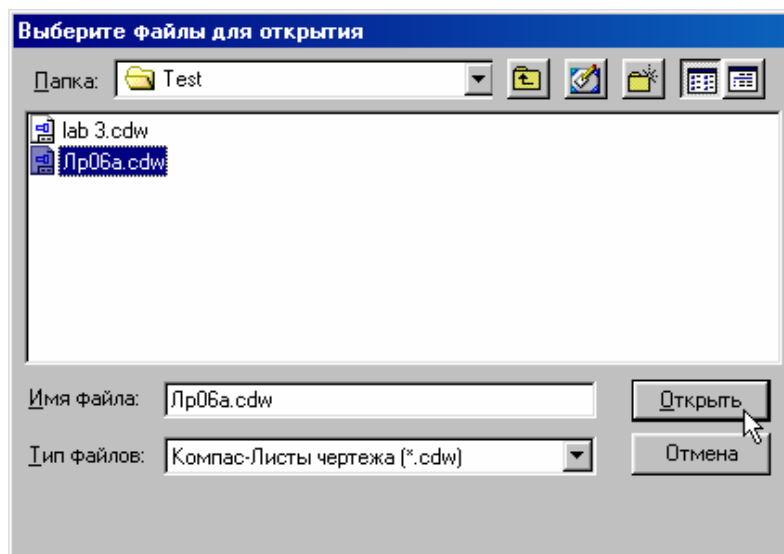

Рис. 32
4. В диалоговом окне **Выберите файлы для открытия** сделайте текущим имя сборочного чертежа и щелкните на кнопке **Открыть**, рис. 32.